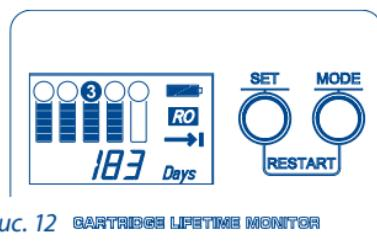

Рис. 12 CARTRIDGE LIFETIME MONITOR
- b. Последовательными нажатиями кнопки MODE выберите режим отображения срока годности в днях (Рис. 12).